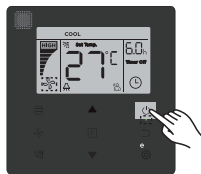

Рис. 14.13
- 1) Нажмите кнопку (ВКЛ / ВЫКЛ), индикатор работы на проводном пульте загорится, в то время как значок ВКЛ / ВЫКЛ внутреннего блока на дисплее будет вращаться, показывая, что внутренний блок работает (см. рис. 14.13)